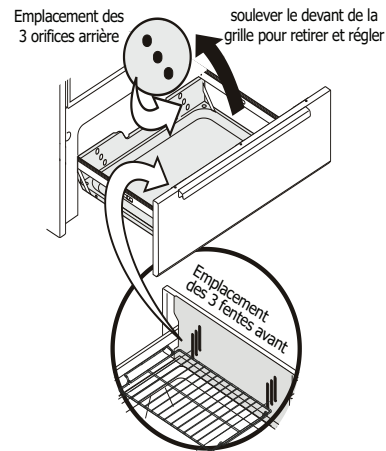

Figure 16 : Réglage de la grille de grilloir
4. S'assurer que la grille de grilloir est de niveau. (Figure 16)